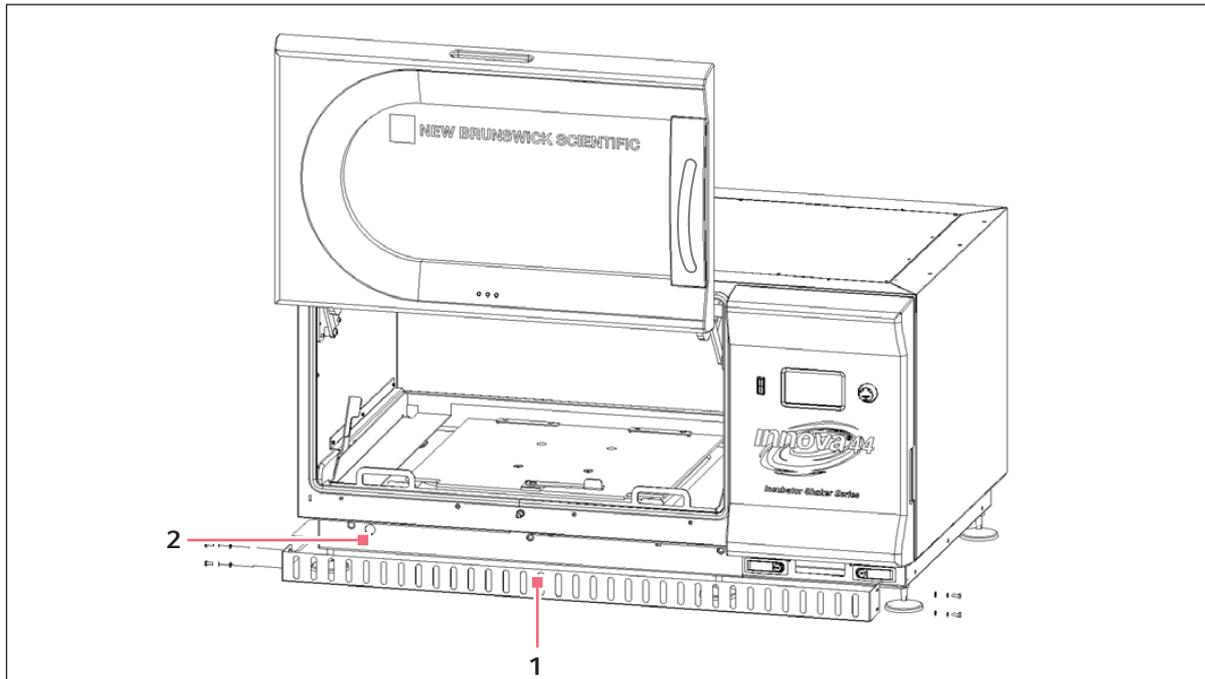

Fig. 8-6: Grille avant
1. Retirer temporairement les 4 vis à ailettes qui sécurisent la grille avant (Fig. 8-6 à la page 46).
1. Retirer temporairement les vis à ailettes qui sécurisent la grille avant (voir Fig. 8-6 à la page 46).